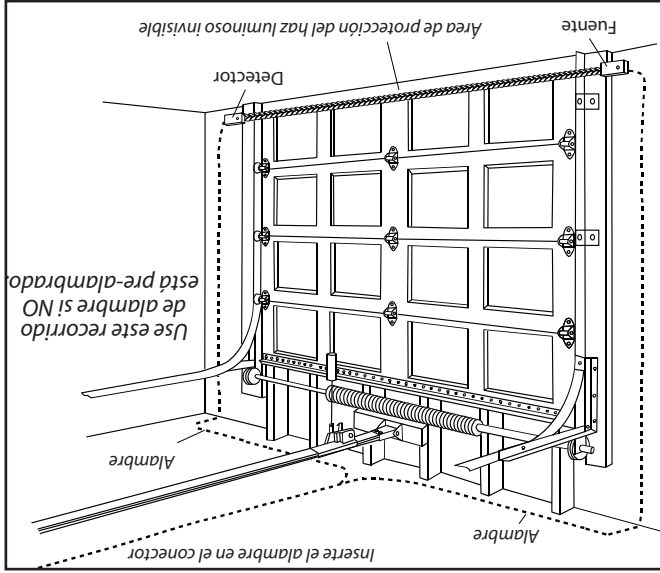

FIG. 4-6 Recorrido del alambre
- Sujete en forma segura los alambres a la pared y al cielo raso a medida que avanza (Fig. 4-6 en la página siguiente).